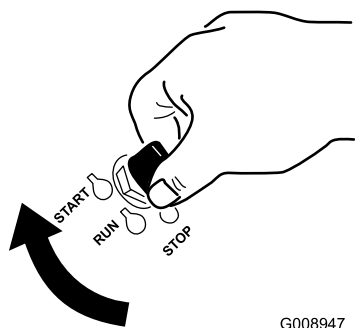

Figura 15
1. Girate la chiave di accensione in posizione di avvio (Figura 15). Rilasciatela quando il motore si accende.